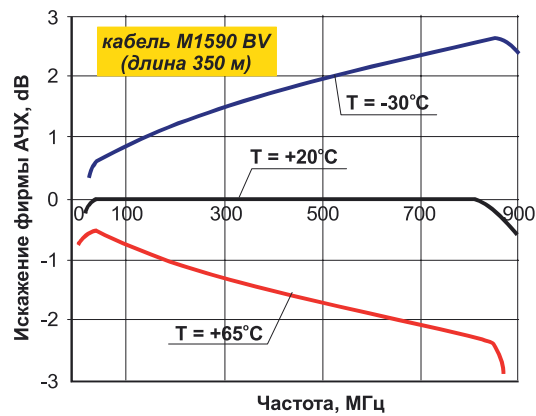

Рис. 7
- Важной особенностью любого эквалайзера является то обстоятельство, что его частотное затухание должно соответствовать частотному затуханию конкретного кабеля, т.к. все кабели имеют разный частотный ход затухания (1), о чем четко указано в [5]. К сожалению, не все производители эквалайзеров заявляют, под какой тип кабеля он рассчитан. Производителями, которые заявляют, под какой тип кабеля выпущен эквалайзер, являются Teleste (Финляндия), PBN (Австралия), Iritek (США) и некоторые другие.
- Эквалайзеры выпускаются двух типов: фиксированные (встраиваемые) и переменные (регулируемые). Переменные эквалайзеры значительно удобнее в эксплуатации по сравнению с фиксированными. Однако они менее надежны, значительно менее согласованны (в силу сложности выполнения условия (9) при регулировании) и обладают значительно худшей линейностью (сопряженностью с любым кабелем). Действительно, переменный эквалайзер имеет в своем составе регулируемый аттенуатор, конструктивное исполнение которого принципиально не позволяет реализовать качественные параметры регулирования в столь широком диапазоне частот. В лучшем случае переменные эквалайзеры обладают линейностью $\pm 1,0$ дБ. Типовые же значения составляют 1,5...2,0 дБ. Фиксированные эквалайзеры исполняются методом поверхностного монтажа (SMD) с использованием миниатюрных ЧИП-резисторов повышенной точности. Например, фиксированные эквалайзеры серии TFE8xx от Teleste обладают точностью эквалайзирования не хуже $\pm 0,25$ дБ при отклонении от линейного закона не более $\pm 0,2$ дБ.
- Необходимо учитывать и условия эксплуатации эквалайзеров при температурных воздействиях. Эквалайзер предназначен для выравнивания АЧХ изделия (например, магистрального усилителя) только при фиксированной температуре. Для примера на рис. 7 приведены три формы АЧХ идеального усилителя при разных температурных воздействиях, рассчитанных по формулам (1) и (8). Для компенсации амплитудных изменений предназначена автоматическая регулировка усиления (АРУ), а для компенсации наклонов АЧХ — АРУ с регулируемым наклоном (АРУН), работающая по двум пилот-частотам.